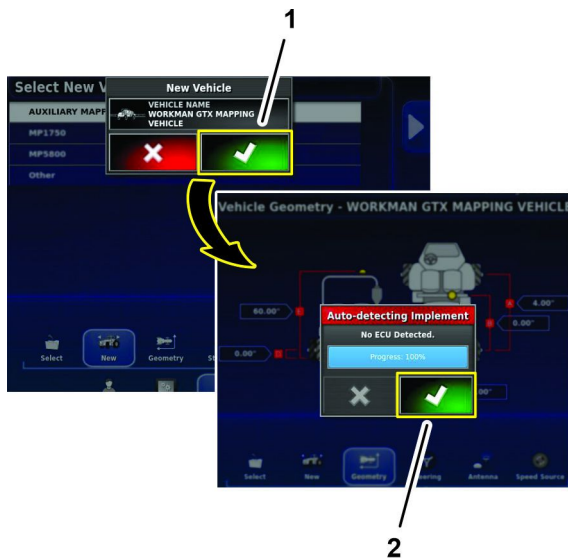

Bild 187
7. Tippen Sie im Dialogfenster Neues Fahrzeug auf das Bestätigen-Symbol (Bild 187).
8. Drücken Sie im Dialogfenster zur automatischen Erkennung von Geräten (Bild 187) auf das Bestätigen-Symbol.